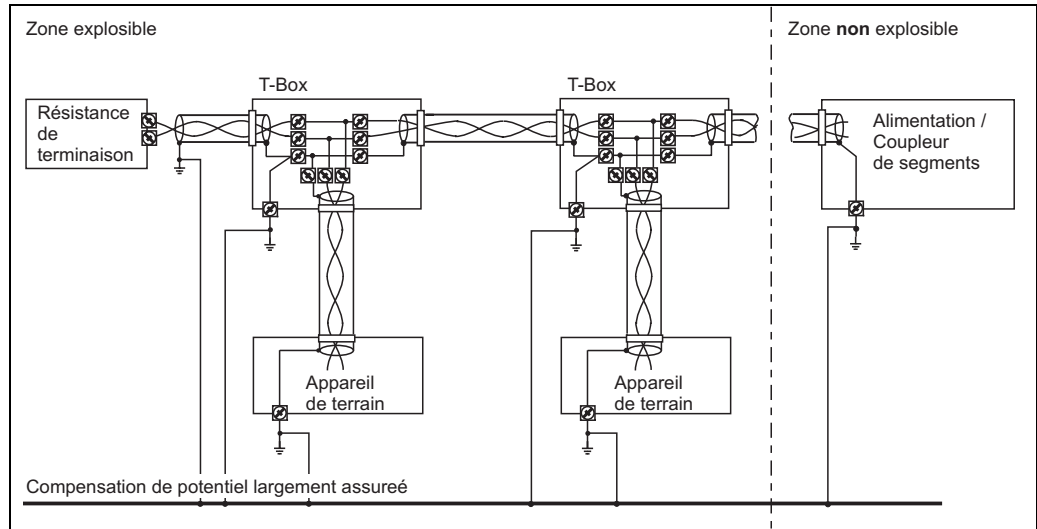
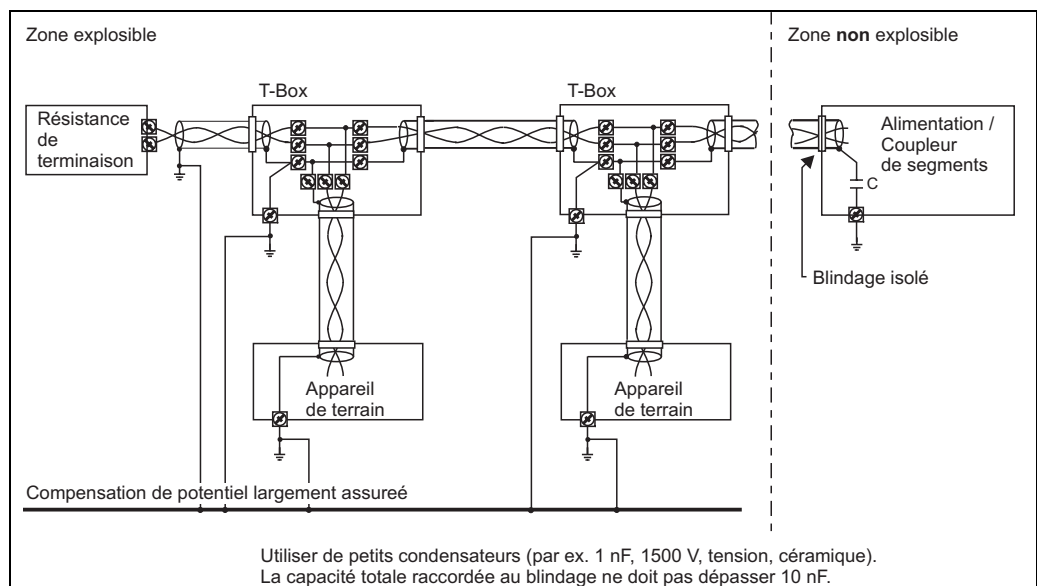

Fig. 5
Fig. 6
- Mise à la terre du blindage voir fig. 5 ou fig. 6.